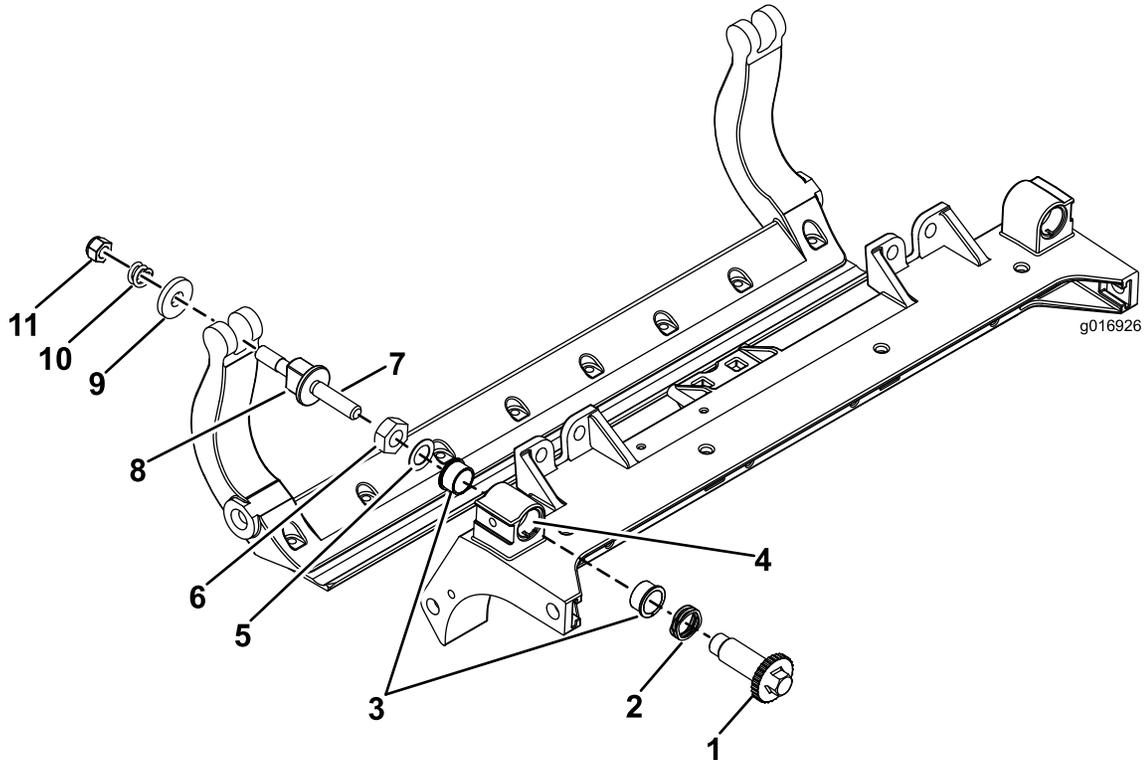

Figura 36
1. Rimuovete tutti i componenti (fate riferimento alle Istruzioni per l'installazione del kit DPA HD e a Figura 36).
2. Applicate del lubrificante antigrippaggio all'interno dell'elemento in cui vanno montate le boccole, sul telaio centrale dell'apparato di taglio (Figura 36).
3. Allineate le chiavette sulle boccole flangiate alle scanalature sul telaio e montate le boccole (Figura 36).
4. Montate una rondella ondulata sull'albero del dispositivo di regolazione e inserite l'albero all'interno delle boccole flangiate sul telaio dell'apparato di taglio (Figura 36).
5. Fissate l'albero del dispositivo di regolazione con una rondella piana e un dado di bloccaggio (Figura 36).
12. Posizionate una rondella in acciaio all'esterno di ciascuna rondella in nylon (Figura 36).
- Nota:** Le rondelle all'interno possono avere del gioco (Figura 36).
15. Serrate il dado su ciascun gruppo di regolazione della barra di appoggio fino a comprimere completamente la molla di compressione, quindi allentate il dado di 1/2 giro (Figura 36).